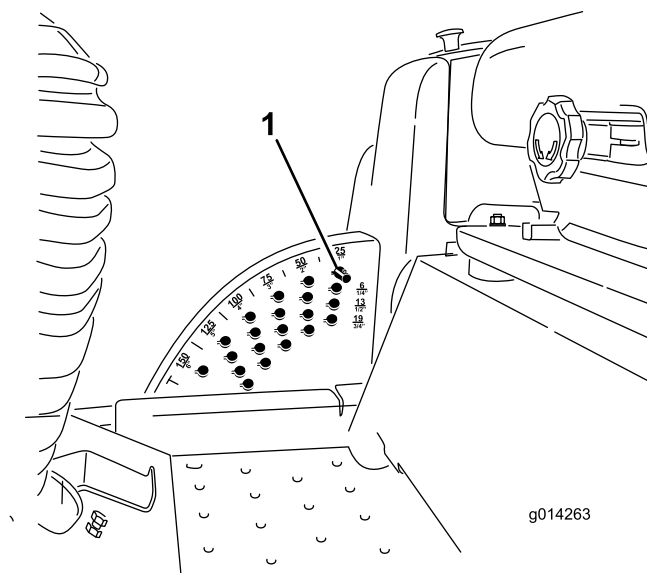

Figure 24
Remarque: Pour bloquer le plateau de coupe/l'accessoire en position levée, levez le plateau au-delà de la position 15 cm, retirez la goupille de butée de hauteur de coupe, et insérez-la à la position 15 cm (Figure 24).
1. Lorsque le moteur tourne, repoussez la commande de levage plateau de coupe en arrière jusqu'à ce que le plateau soit complètement levé et **relâchez immédiatement la commande** (Figure 24).
2. Tournez la goupille de butée jusqu'à ce que la saillie soit en face des trous du support de hauteur de coupe et retirez-la (Figure 24).
3. Placez la goupille dans le trou du support correspondant à la hauteur de coupe voulue et tournez-la pour la verrouiller en place (Figure 24).
Remarque: Il y a 4 rangées de trous (Figure 24). La première rangée donne la hauteur de coupe indiquée au-dessus de la goupille. La deuxième rangée donne la hauteur indiquée plus 6 mm. La troisième rangée donne la hauteur indiquée plus 12 mm. La dernière rangée donne la hauteur indiquée plus 18 mm. Un seul trou, situé dans la deuxième rangée, correspond à la hauteur 15,8 cm. Il n'ajoute pas 6 mm à la hauteur de 15,8 cm.